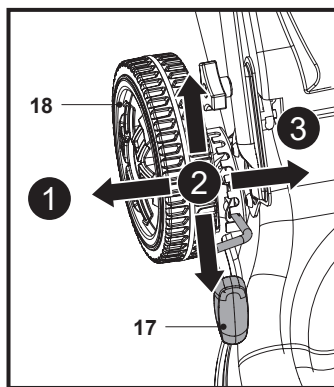

Fig. 13
1. Tirer le levier de réglage de la hauteur de coupe (17) vers la roue arrière (18) (Fig. 13, étape 1) et le maintenir.
2. Déplacer le levier de réglage de la hauteur de coupe (17) vers l'avant ou vers l'arrière pour régler la hauteur de coupe (Fig. 13, étape 2).
3. Relâcher le levier de réglage de la hauteur de coupe (17) et s'assurer qu'il s'engage correctement (Fig. 13, étape 3).